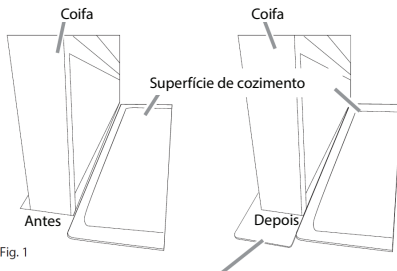

Fig. 1
- A. Moldura de acabamento para instalação padrão. (Fig 1)